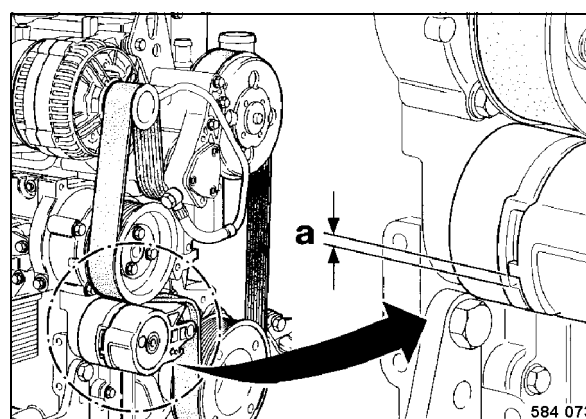

Fig. 146
- Comprobar la distancia entre el talón del brazo tensor móvil y la caja tensora estacionaria (Fig. 146).